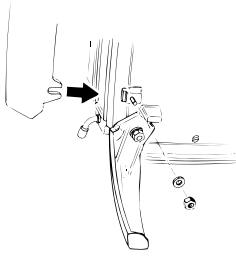

Fig. 2 Montering bein og askekappe
2. Legg peisovnen forsiktig på ryggen og monter bena (fig. 2) og askeleppe med holder for betjeningshåndtak (vinkeljern med to hull). Holderen festes på den venstre pineskruen som holder askeleppen se fig. 2 og 3.